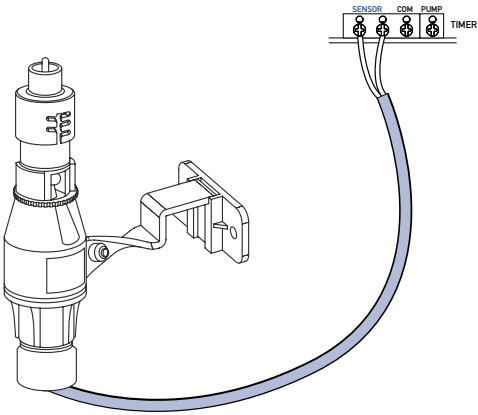

Figura A1: Connessione del sensore pioggia
- Collegare i fili del sensore pioggia al morsetto etichettato “Sensor” (di colore beige) [Vedi figura A1]